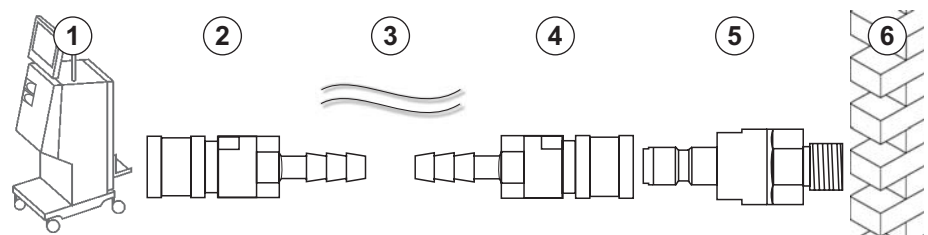
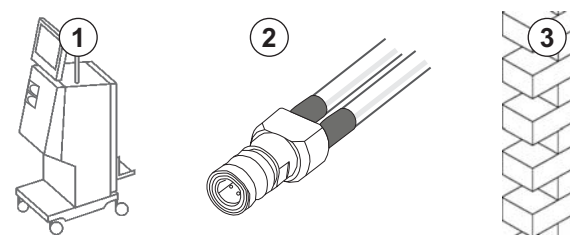

Fig. 4-4 Opzione 1: ingresso acqua con connettori Aquaboss
Fig. 4-5 Opzione 2: ingresso acqua con connettori Aquaboss per anello
- Opzione 1: 2 connettori femmina per tubi (Fig. 4-4, ② , ④), diametro interno del tubo flessibile 9 mm, materiale: EPDM 1.4571
- Opzione 1: 1 raccordo filettato maschio di chiusura ⑤ , materiale: EPDM 1.4571
- Opzione 2 (se disponibile tubazione ad anello): tubazione ad anello secondario con doppio adattatore P-Y senza spazi morti (Fig. 4-5, ②)
Opzione 2: viene usato un anello. I tubi provenienti dalla parete e diretti verso la stessa sono fissati al connettore femmina (Fig. 4-5, ②).
1. Collegare il connettore femmina ② direttamente all'apparecchiatura.